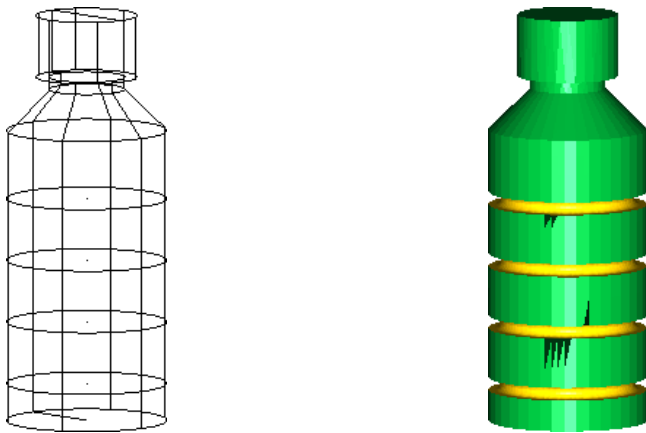

图 11-4 曲线五轴加工实例和加工的模型
- 补正曲面：选中该选项，表示刀具刀尖点按在所选取的曲面上的投影进行偏移；单击左边的“碰撞控制”，单击“刀尖控制”下面的“选择按钮”  ⑩ 选取绘图面内的曲面作为投影曲面。
① 打开光盘中的“第 11 章\原始图形\11.1 曲线五轴加工曲面.MCX-7”文件。图 11-4 所示为曲线五轴加工实例和加工的模型。